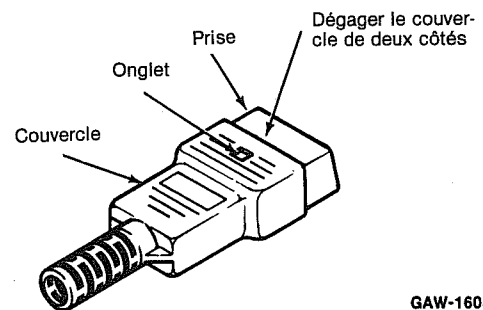

Figure 18
(1) Avec un tournevis dégager le couvercle le l'onglet de chaque côté (voir figure 18). Sortez la prise en tirant dessus.